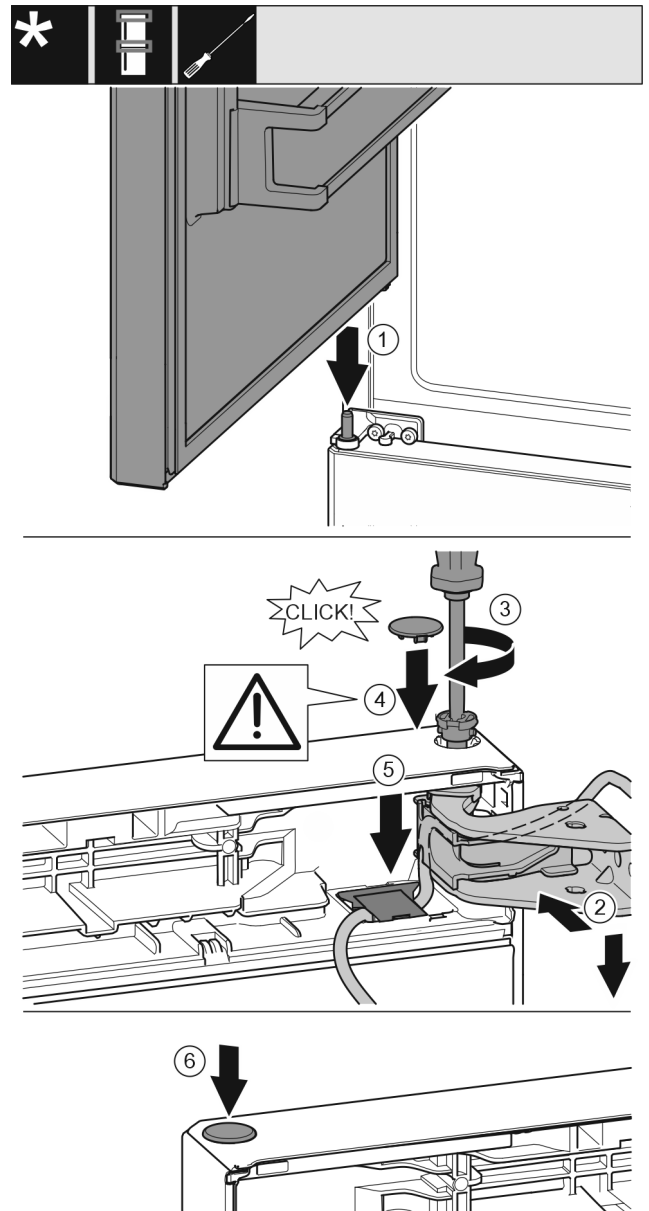

Fig. 42
- ▶ 将冰箱上方门放置在中间轴承螺栓上 Fig. 42 (1)
- ▶ 将门的上方对准托架中的开口。 Fig. 42 (2)